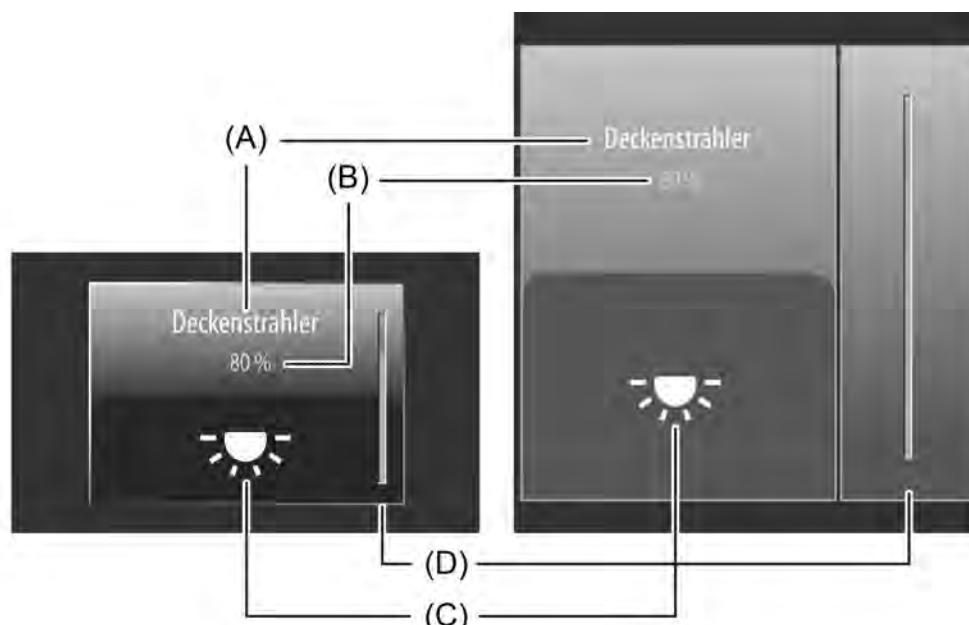

Bild 40: Beispiel für Bedien- und Anzeigeelement der Kanalfunktion "Wertgeber 1 Byte"
Der Anzeigebereich enthält verschiedene Darstellungselemente (Bild 40), die durch ETS-Parameter beeinflusst werden. Jedem KNX Kanal kann in der ETS eine Bezeichnung vergeben werden (A). Diese Text-Bezeichnung wird im Anzeigeelement zentriert zur Anzeige gebracht, wodurch steuerbare KNX Funktionen für den Anwender kenntlich gemacht werden (z. B. "Deckenstrahler"). Zusätzlich kann unterhalb der Bezeichnung ein Statuswert (B) eingeblendet werden, der abhängig vom Objektwert der Wert-Rückmeldung eines Aktors Werte im Klartext anzeigt ("0...255" / "0...100 %"). Das Datenformat dieser Statuswert-Anzeige wird bestimmt durch den ETS-Parameter "Funktionsweise". In der Funktion als "Wertgeber 0%...100%" wird der angezeigte Wert automatisch um die Einheit "%" ergänzt. Solange nach einem Gerätereset noch kein Rückmeldungs-Objektwert empfangen wurde, zeigt der Statuswert "---" oder "---%" an.